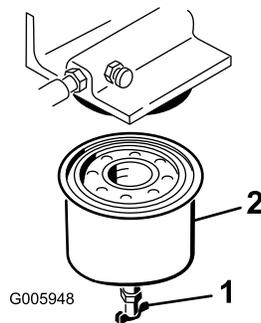

図 32
5. ドレンバルブ **図 32**を開き、出てくる燃料を容器に受けて適切に処分する。
6. フィルタレンチを使って燃料フィルタを外す **図 32**。